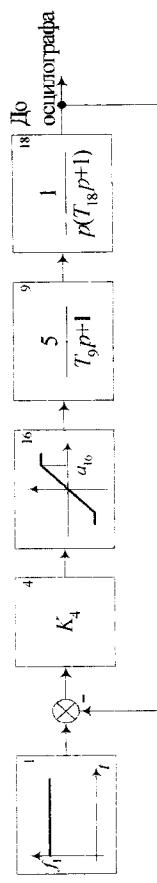

Рис. 24
1. Зібрати модель слідкучої системи за схемою, яка зображенна на рис. 24.